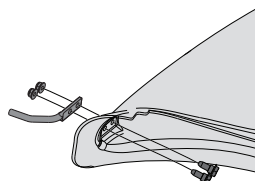

Figura 12
1. Desde el interior del maletero, ponga los dos tornillos de cabeza hexagonal (738-1225) a través de los agujeros de la parte frontal inferior del maletero. Vea la Figura 12.
2. Ponga la varilla de montaje (747-06317A) en su lugar sobre los tornillos de cabeza hexagonal. Asegúrese de que la punta de la varilla está orientada hacia fuera de la bota. Vea Figura 12.
3. Comience a enroscar las dos tuercas de seguridad de la brida (712-04064) en los tornillos de cabeza hexagonal. Vea Figura 12.